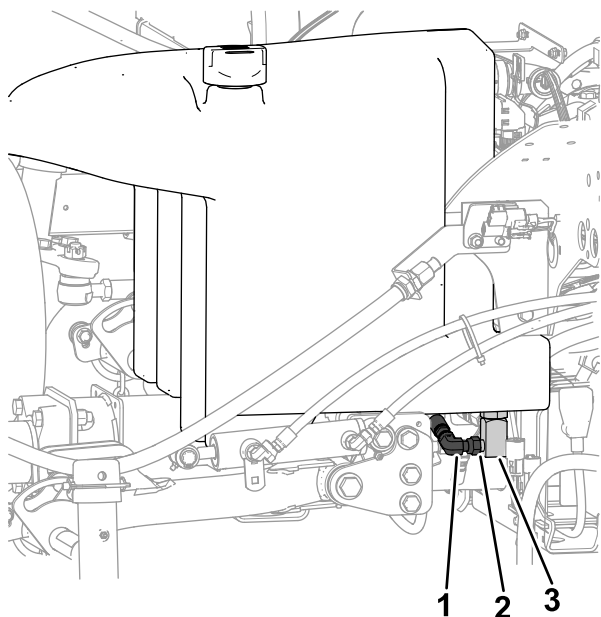

Рисунок 146
2. Поместите большой сливной поддон под коллектор (Рисунок 146) на дне гидравлического бака; см. Проверка уровня гидравлической жидкости (страница 95).